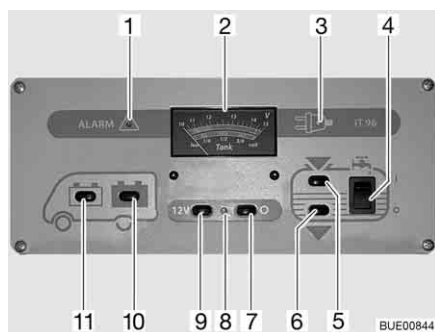

Fig. 167 Pannello di controllo IT 96-2
L'interruttore principale a 12 V (Fig. 167,7 e 9) inserisce o disinserisce il pannello di controllo e l'alimentazione a 12 V dell'abitacolo.
Accensione: ■ Premere l'interruttore (Fig. 167,9) "12 V": L'alimentazione a 12 V dell'abitacolo è inserita. La spia di controllo (Fig. 167,8) diventa verde.
Spegnimento: ■ Premere l'interruttore (Fig. 167,7) "O": L'alimentazione a 12 V dell'abitacolo è disinserita. La spia di controllo (Fig. 167,8) si spegne.
Per l'indicatore volt/serbatoio (Fig. 167,2) leggere la scala superiore. L'indicatore si illumina automaticamente appena viene premuto un interruttore.
- Premere l'interruttore (Fig. 167,11) : Viene indicata la tensione della batteria di avviamento.
- Premere l'interruttore (Fig. 167,10) : Viene indicata la tensione della batteria dell'abitacolo.
Per l'indicatore volt/serbatoio (Fig. 167,2) leggere la scala inferiore. L'indicatore si illumina automaticamente appena viene premuto un interruttore.
- Premere l'interruttore (Fig. 167,5) "": Viene indicato il livello del serbatoio dell'acqua.
- Premere l'interruttore (Fig. 167,6) "": Viene indicato il livello del serbatoio delle acque grigie.
Accensione: ■ Premere in alto l'interruttore a bilico (Fig. 167,4) "I": L'alimentazione idrica è accesa.
Spegnimento: ■ Premere l'interruttore a bilico in basso (Fig. 167,4) "O": L'alimentazione idrica è spenta.
La spia luminosa rossa "ALARM" (Fig. 167,1) inizia a lampeggiare non appena la tensione della batteria dell'abitacolo scende al di sotto di 11 V (misurazione durante il normale esercizio) con conseguente rischio che la batteria si scarichi troppo.
La spia di controllo a 12 V (Fig. 167,8) si accende non appena l'interruttore principale a 12 V (Fig. 167,9) viene inserito.
La spia gialla di controllo a 230 V (Fig. 167,3) si accende quando all'ingresso della centralina elettrica è presente una tensione di rete.